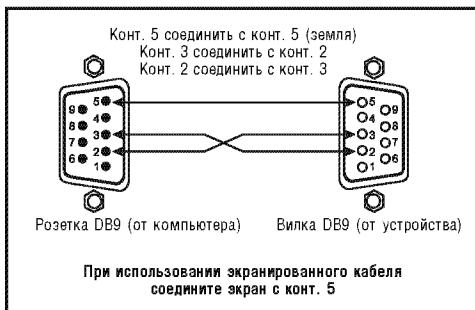

Рис.3. Подключение к порту RS-232
³ На примере (рис. 3) подключение к *CV2* не показано.
- Соедините порт RS-232 DB9 на PC с портом RS-232 DB9 на задней панели **VP-719DS**, **VP-720DS**, **VP-723DS** или **VP-724DS**, как показано на рис. 3: